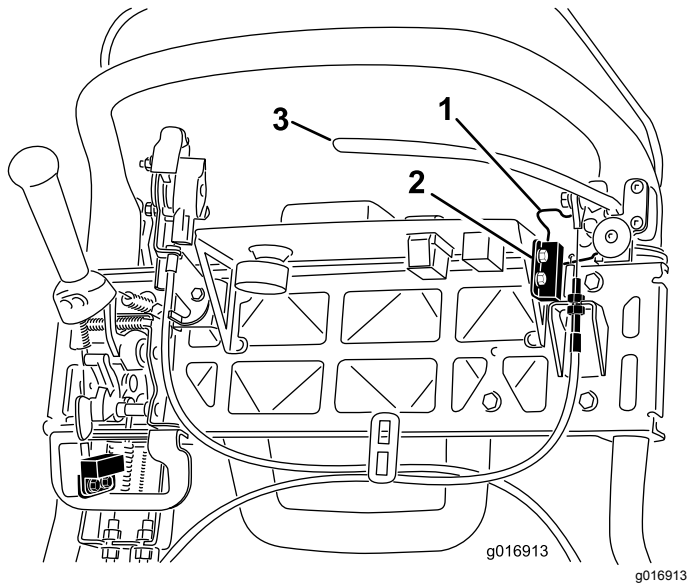

Рисунок 42
4. Ослабьте крепежные детали блокировочного выключателя (Рисунок 42).
5. Поставьте регулировочную прокладку толщиной 1,6 мм между фиксатором стояночного тормоза и блокировочным выключателем (Рисунок 42).